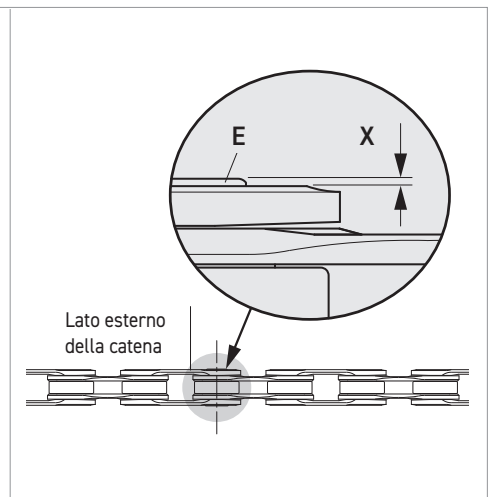

Fig.20
- La leggera sporgenza (X) (verso il lato esterno della catena) del piolino (E) dalla maglia (Fig. 20) è del tutto normale e non ostacola il normale scorrimento della catena.